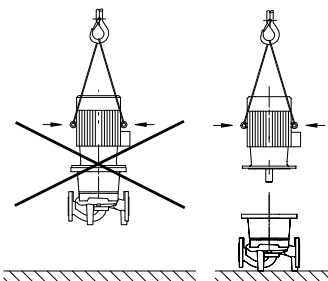

Fig. 5 : Elingage du moteur
- Les œillets de transport du moteur sont exclusivement dédiés au transport du moteur et non de la pompe complète (fig. 5).